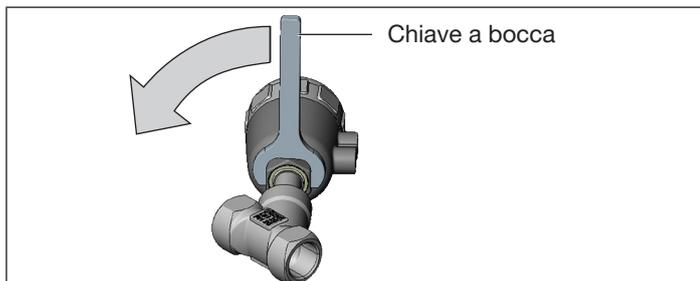

Figura 15: Rotazione con chiave a bocca
- Ruotare in senso antiorario (visto dal basso) per portare il modulo attuatore nella posizione desiderata (vedere "Figura 15").